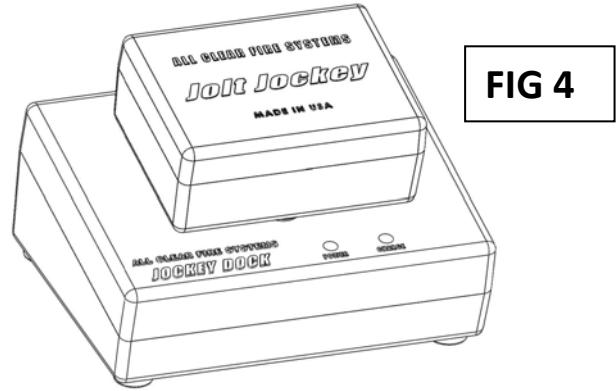

FIG 4
E) PLACE A JOLT JOCKEY™ ON THE JOCKEY DOCK™ FOR CHARGING (FIG 4). THE "CHARGE" LED (GREEN, FIG 5) BLINKS STEADILY WHILE THE JOLT JOCKEY™ IS CHARGING AND TURNS SOLID WHEN FULLY CHARGED.